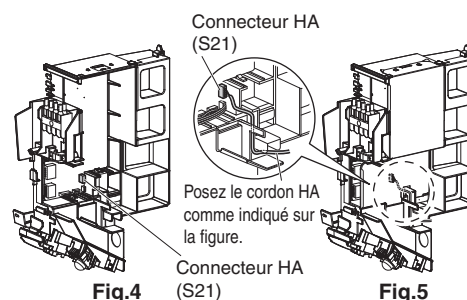

Fig.5
- 4) Remplacez le couvercle du boîtier de câblage électrique comme il était, et tirez le faisceau tout autour, comme le montre la figure. (Voir la Fig.5)